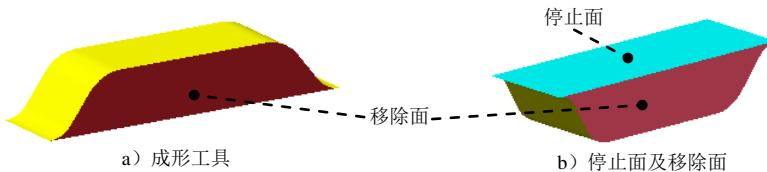

图 17.12.12 创建成形工具 10
Step7. 创建图 17.12.12 所示的零件特征——成形工具 10。
(1) 选择命令。选择下拉菜单 **插入(I)** → **钣金(O)** → **成形工具** 命令。
(2) 定义成形工具属性。
② 定义移除面。激活“成形工具”对话框的**要移除的面**区域，选取图 17.12.12 所示的模型表面作为成形工具的移除面。
(3) 单击√按钮，完成成形工具 10 的创建。